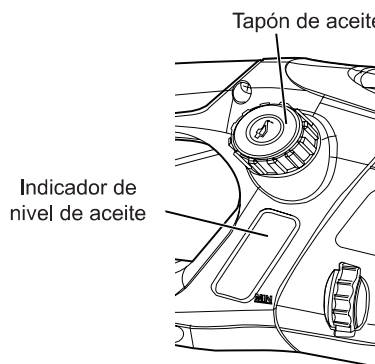

Fig. 4
1. Retire el tapón del aceite (Fig. 4). Llene el tanque con aceite para espada y cadena (SAE30) hasta que el nivel de aceite alcance su capacidad total.